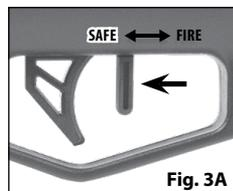

Fig. 3A
2. Sikringen er i SAFE position, og geværet er "ON SAFE" (sikret), når aftrækkersikringen er i positionen "Safe", som er den bagerste position (tæt på udløseren) og ikke kan komme længere bagud. (Fig. 3A).